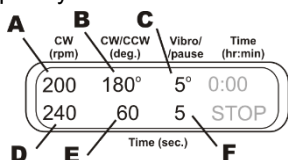

Рисунок 5.
- 6.9.2 **Вращение + Возвратно-поступательное + Вибродвижение.** Установите скорость (40-1000 об/мин, рис. 5/А) и время (1-250 с, рис. 5/Д) вращательного движения. Установите угол поворота (30-360°, рис. 5/В) и время (1-250 с, рис. 5/Е) возвратно-поступательного движения. Вращение и возвратно-поступательное движение идут на одной скорости. Установите угол поворота (1-5°, рис. 5/С) и время (1-5 с, рис. 5/Ф) для вибродвижения. График на рисунке 6 отображает данную программу.